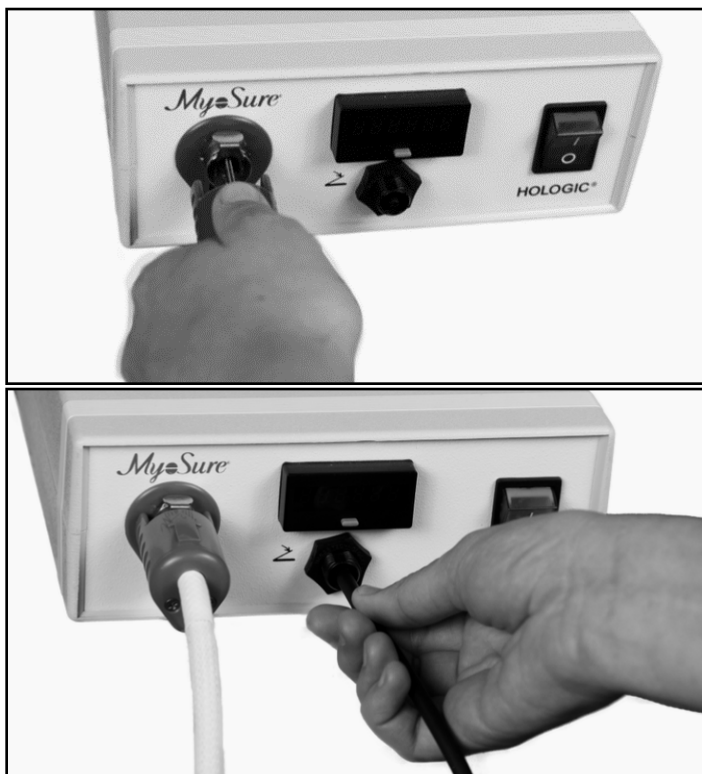

FIGURE 3 : INSÉRER LE CÂBLE D'ENTRAÎNEMENT ET LA PÉDALE DANS L'UNITÉ DE COMMANDE
3. Une personne non stérile insère le câble flexible dans la connexion correspondante de l'unité de commande, comme illustré à la figure 3.